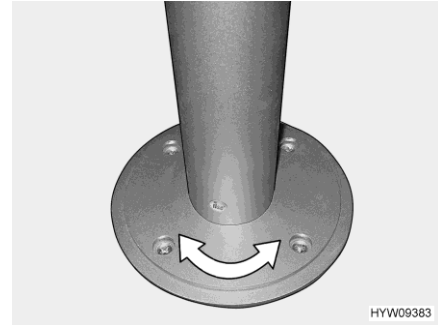

Bild 97 Säulen-Tischfuß (drehbar)
- Tischplatte in gewünschte Stellung drehen. Dazu ist etwas Kraftaufwand nötig, denn die Tischplatte dreht sich gegen den Reibungswiderstand am Säulen-Tischfuß (Bild 97).